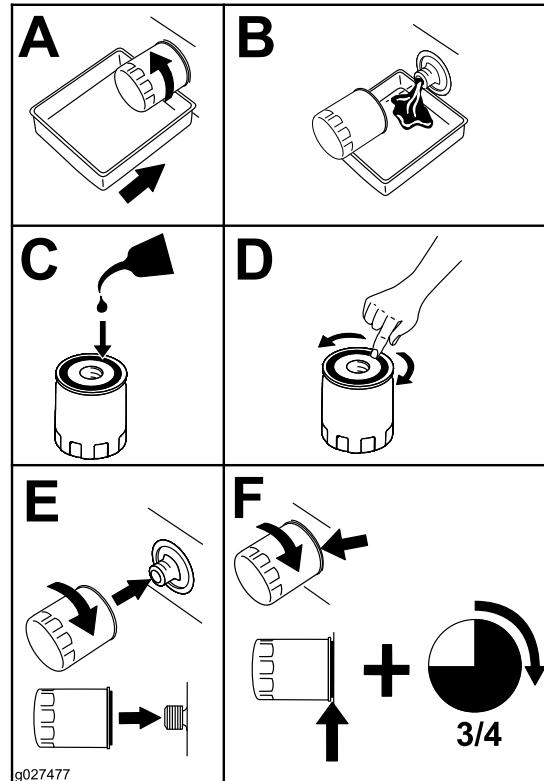

Рисунок 53
5. Медленно залейте приблизительно 80% объема масла указанного типа в заливную горловину и затем медленно добавляйте масло, чтобы довести его уровень до отметки **Полный** (Рисунок 53).